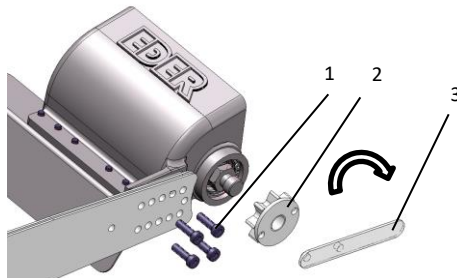

Fig. 2: Fijando la cabeza peladora al soporte
- > Apriete la cabeza respectiva con los 4 tornillos M6x20 **(1 - Fig. 2)**. Revise los tornillos regularmente para ver si están apretados. La cabeza respectiva puede ser atornillada en diferentes posiciones dependiendo del modelo de la motosierra. La posición correcta de los pernos viene determinada por el hecho de que la cadena de transmisión puede ser suficientemente tensada y también reajustada.
- > Atornille el piñón de arrastre en la carcasa **(2 - Fig.2)** y apriete el piñón de arrastre con la llave de pivote **(3 - Fig.2)**.